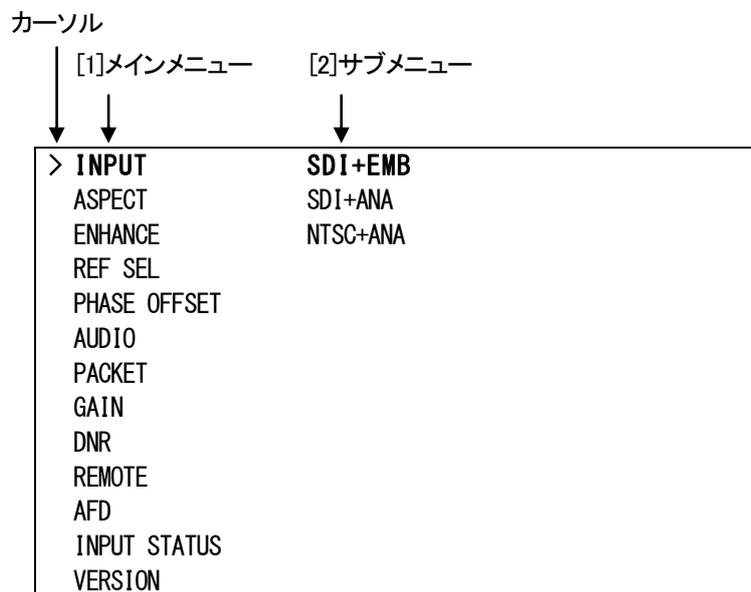

図4 オンスクリーンメニュー表示(SHC-70V-A の例)
(3) カーソルがメインメニューの項(図4 [1])にある状態でツマミを廻し、設定する項目を選択します。
カーソルを移動すると選択した項目のサブメニュー(図4 [2])を表示します。
(4) ENTERボタンを押すとカーソルがサブメニューの項(図4 [2])へ移動し、ツマミを廻して値を変更します。
(5) 設定を保存する場合はENTERボタンを押します。また、変更をキャンセルする場合は、MENUボタンを押すことにより設定値は変更前の値に戻ります。いずれの場合も、カーソルが左の位置へ移動します。
(6) さらに他項目の設定を行う場合は3)~5)を繰り返していきます。
(7) 終了する場合はMENUボタンを押すことで1)の状態に戻ります。
(8) メニューモードの状態でも10分間未操作状態が続くと、設定をキャンセルし、ステータス表示へ戻ります。